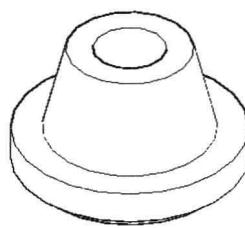

图 9-1-12
- (1) 选择素材文件“9-1-4.dwg”，三维实体如图 9-1-12 所示。